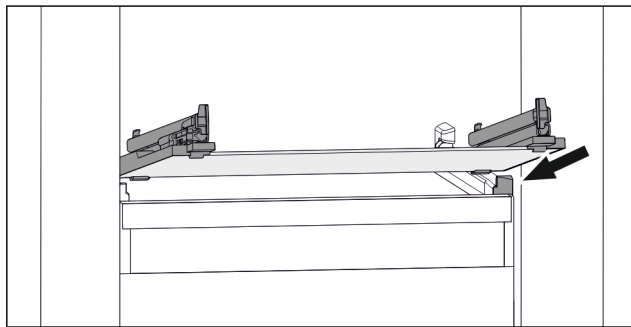

Fig. 167 Reprezentare exemplificativă a plăcii de sticlă
- ▶ Așezați placa de sticlă oblic în spatele opritoarelor. (vezi Fig. 167)